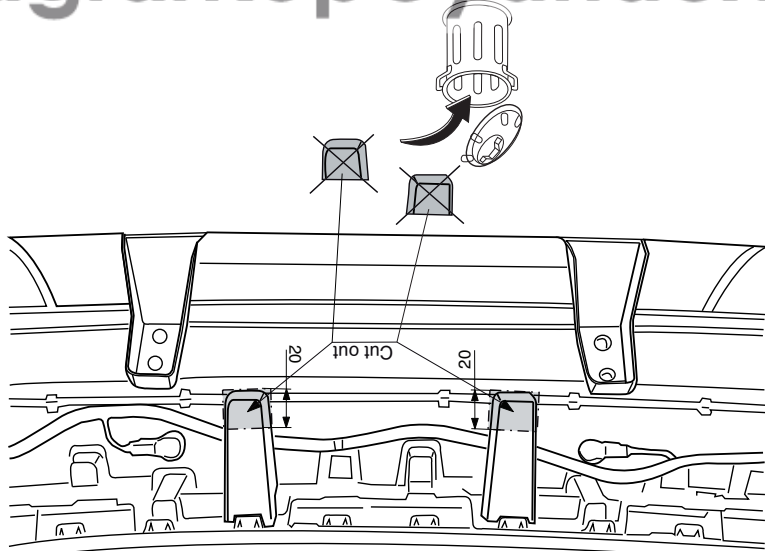

Fig. 3
10. Saw out from the bumperinnerwork the section indicated in accordance with fig. 3.
10. Gemäß Fig. 3. die angegebenen Stücke aus der Stoßstangeninnenverkleidung heraus sägen.
10. Scier les parties de la garniture du pare-chocs comme indiqué sur les fig.3.